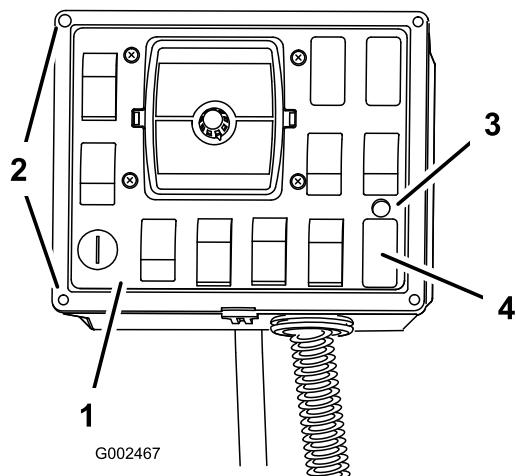

Figura 19
2. Nell'area appena sopra il tappo dell'interruttore Sonic Boom praticate un foro con diametro di 9,5 mm in cui potervi inserire la spia (Figura 19).
- Montate il coperchio anteriore del pannello di comando sulla scatola di comando con gli elementi di fissaggio rimossi in precedenza (Figura 19).